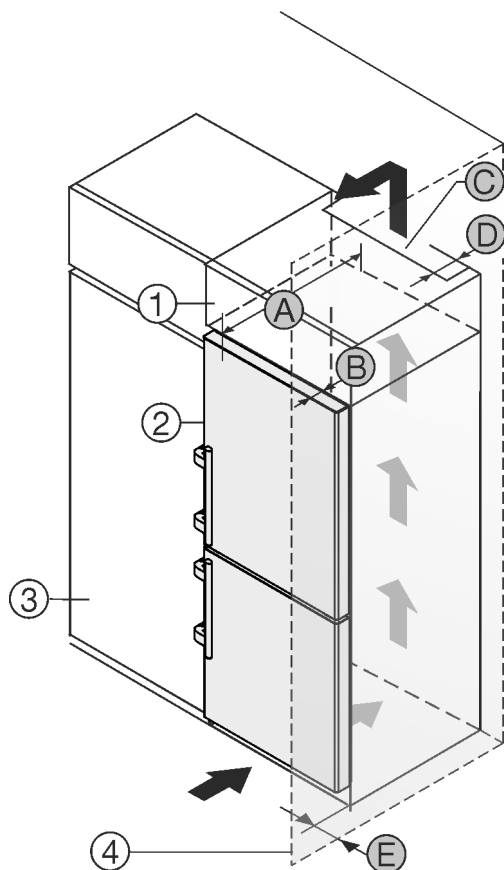

Fig. 2
- (1) Aufsatzschrank*
- (2) Gerät*
- (3) Küchenschrank*
- (4) Wand*
- (A) Gerätetiefe*
- (B) Türtiefe*
- (C) Belüftungsquerschnitt*
- (D) Abstand Geräterückseite*
- (E) Abstand zur Geräteseite*
Gerät direkt neben dem Küchenschrank *Fig. 2 (3)* aufstellen.*
An der Rückseite des Aufsatzschrankes muss ein Abluftschacht mit der Tiefe *Fig. 2 (D)* über die gesamte Aufsatzschrankbreite vorhanden sein.*
Unter der Raumdecke muss der Entlüftungsquerschnitt *Fig. 2 (C)* eingehalten werden.*
Wenn das Gerät mit den Scharnieren neben einer Wand *Fig. 2 (4)* aufgestellt wird, muss der Abstand zwischen Gerät und Wand mindestens 57 mm betragen. Dies entspricht dem Griffüberstand bei geöffneter Tür.*
Um die Türe vollständig öffnen zu können, muss Gerät um die Türtiefe *Fig. 2 (B)* gegenüber der Küchenschrankfront vorstehen. Abhängig von der Tiefe der Küchenschränke *Fig. 2 (3)* und Verwendung von Wandabstandshaltern kann das Gerät weiter herausragen.*